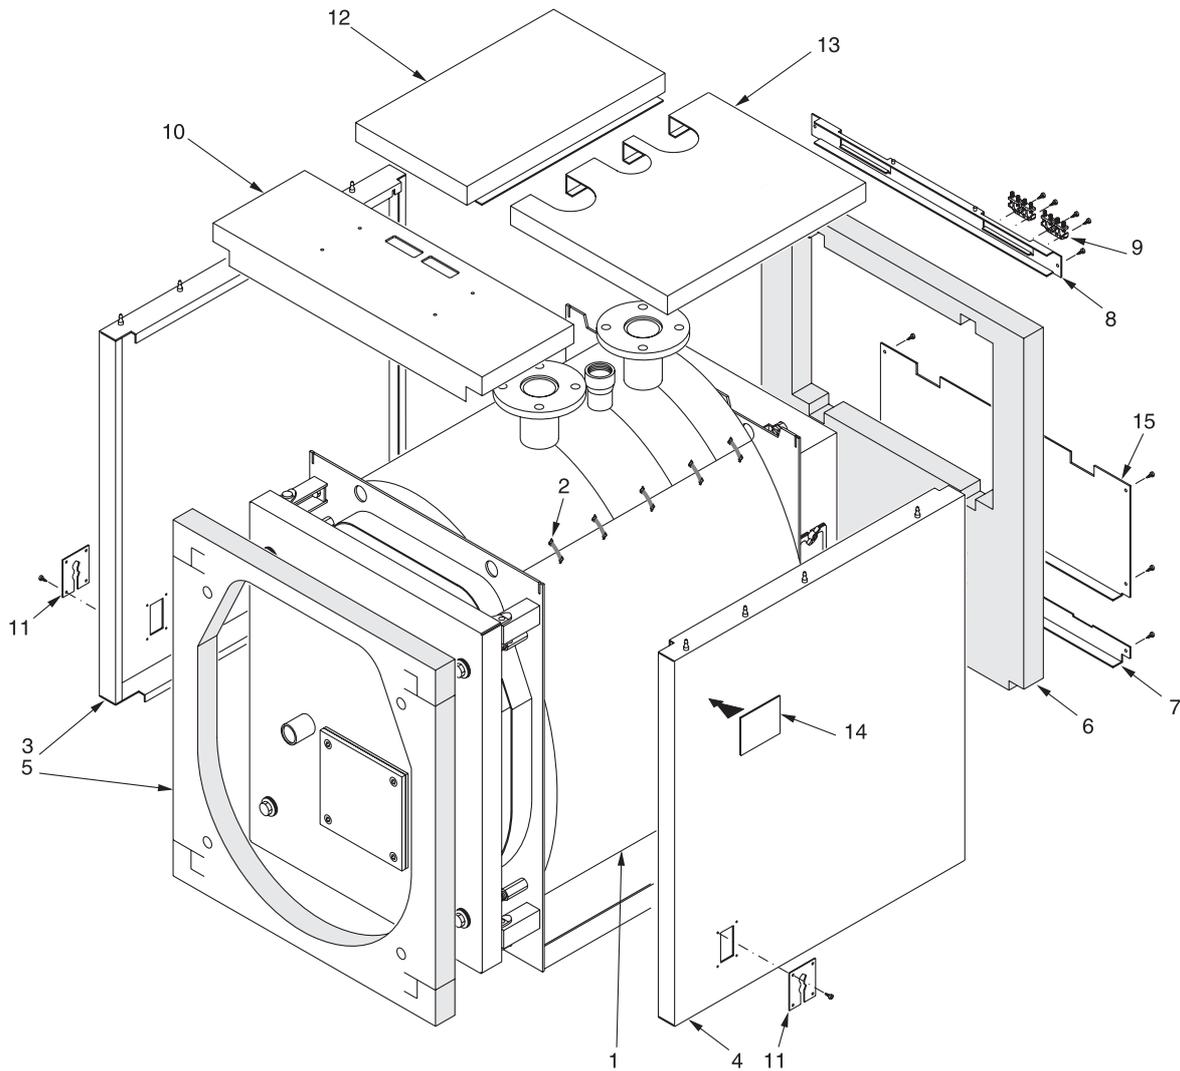
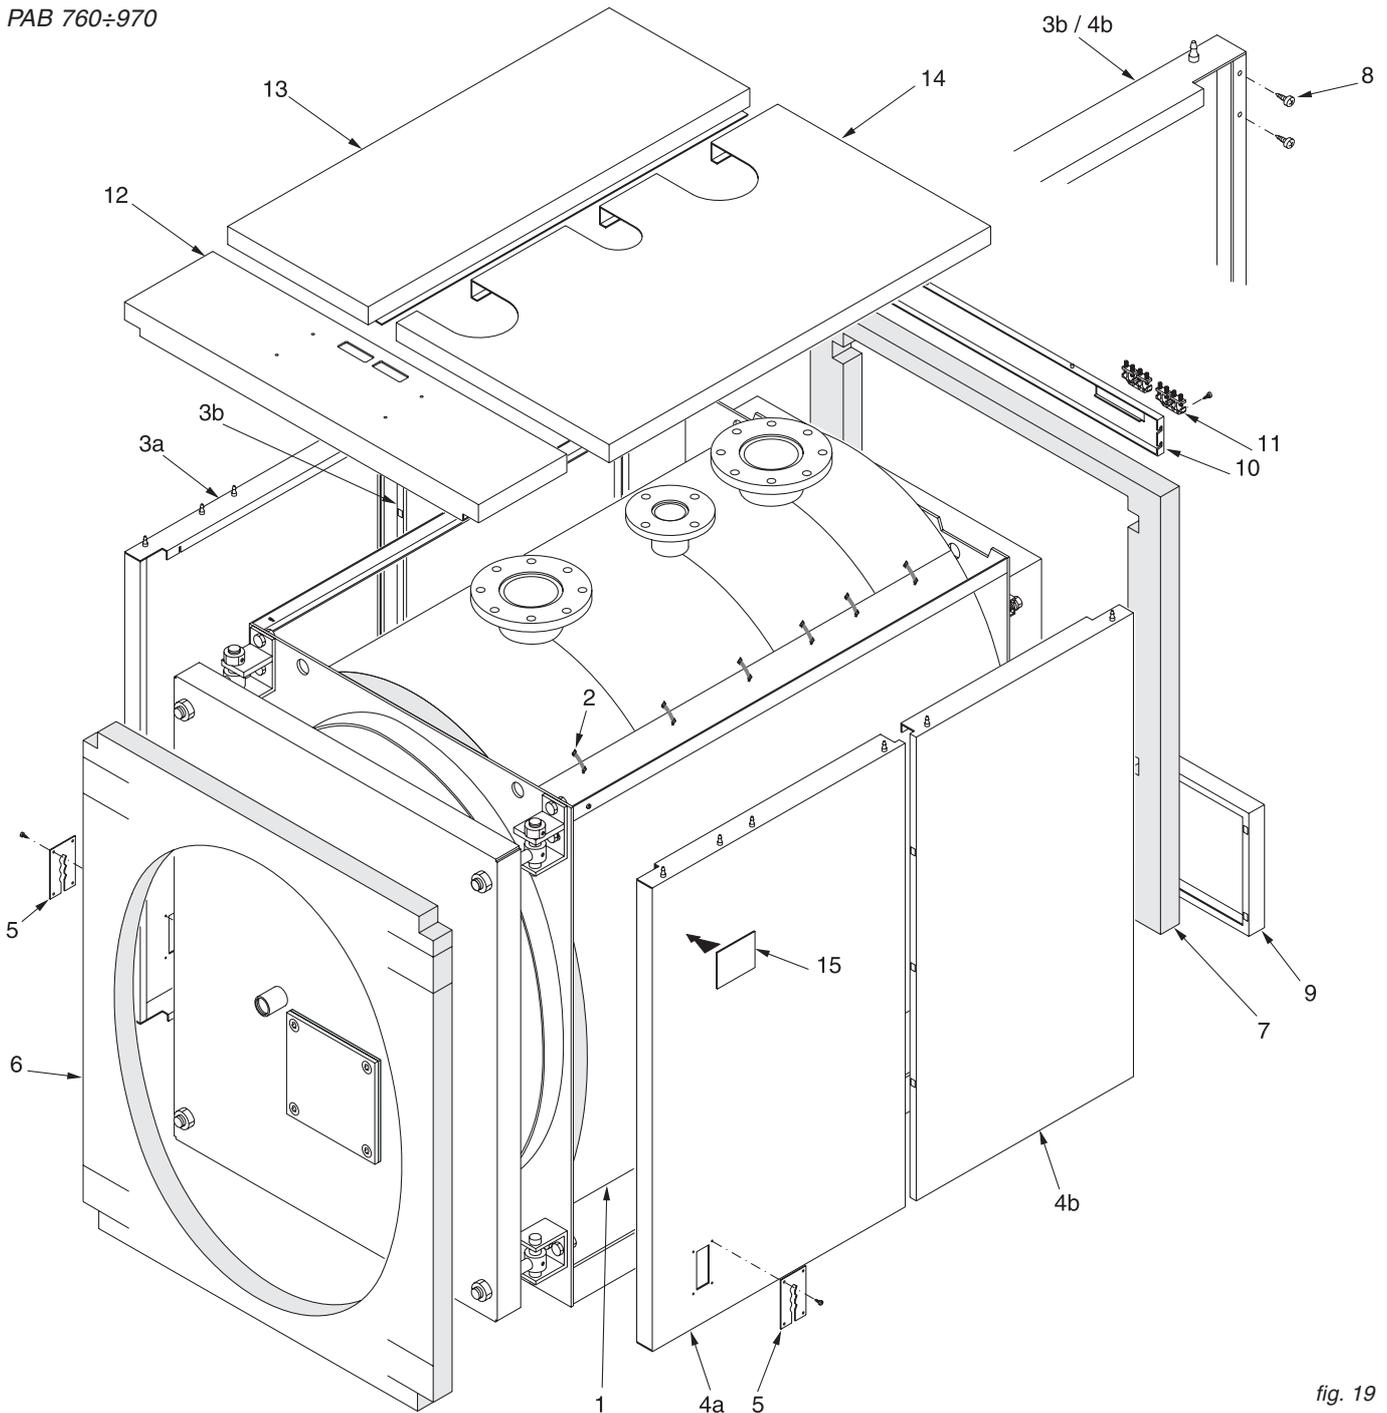

fig. 17
fig. 19
N.B. Per il modello **PAB 630** (rif. fig. 17 e 18) e per i modelli compresi tra **PAB 760** e **PAB 970** (rif. fig. 19 e 18), il mantello e l'isolamento sono contenuti in 3 imballi marcati:
Sequenza di montaggio (Rif. fig. 17 e 18)
Sequenza di montaggio (Rif. fig. 19 e 18)